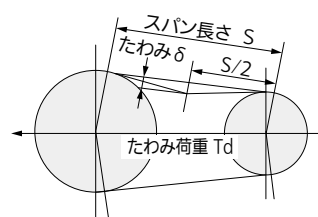

図7
- 数日運転を行ってから、ファンベルトの張り具合を見てください。また1か月に1回を目安にファンベルトの張り具合を確認してください。ファンベルトには適正な張り具合が必要です。(図7)
- 図7に示すスパン長さの中央にたわみ荷重Td(N)を垂直にかけ、たわみ δ (mm)が右表に示す値となるようベルトの張りを調整してください。